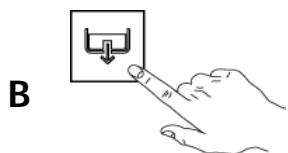

Fig.42
- 2- Appuyer pour le bouton "B" vidange de l'eau y attendre la décharge complète dans la baignoire. (Fig.42)